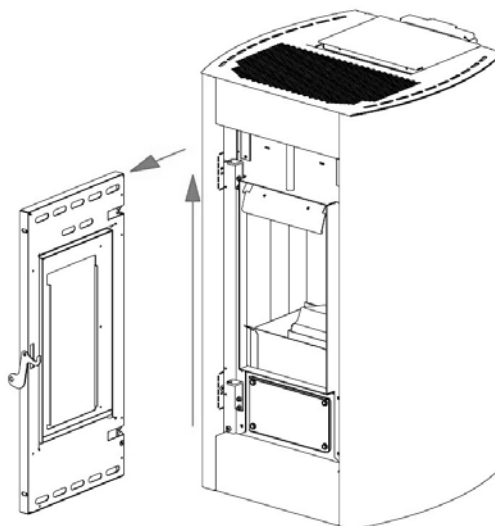

Fig. 29 - Retrait de la porte
- Lever la porte de façon à ce que les goujons de la porte sortent de l'étrier sur la structure (voir **Fig. 29**).